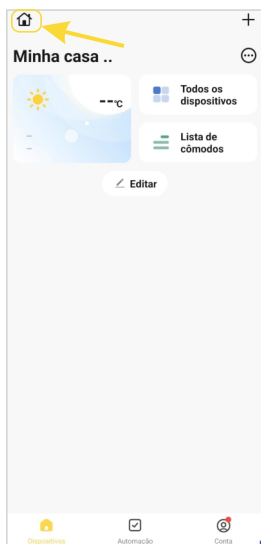

Figura 1
1. No aplicativo **"AGL Home"**, no canto superior esquerdo, clique sobre a **"casinha"** (figura 1).